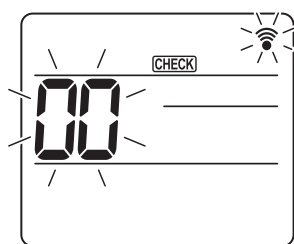
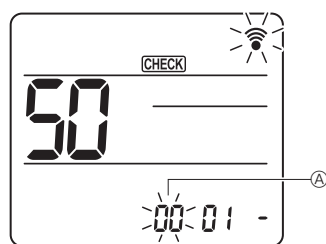
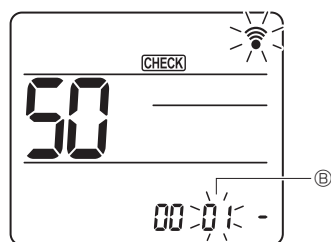
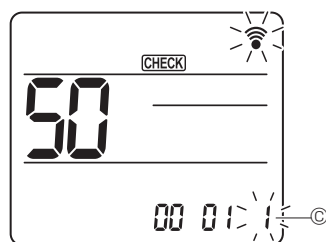

Fig. 7-16
Fig. 7-17
Fig. 7-18
Fig. 7-19
#### 7.4.2. Med den trådløse fjernbetjening (Fig. 7-16, Fig. 7-17, Fig. 7-18, Fig. 7-19)
① Gå til funktionsvalgstilstanden
- [CHECK] lyser, og "00" blinker. (Fig. 7-16)
② Indstilling af enhedsnummer
- Tryk på [5]-knappen for at indstille enhedsnummeret ④. (Fig. 7-17)
③ Vælg en tilstand
- Tryk på [5]-knappen for at indstille funktionsnummeret ⑤. (Fig. 7-18)
④ Indstilling af indstillingsnummer
- Brug [←]-knappen til at ændre indstillingsnummeret ⑥. (Fig. 7-19)
⑤ Valg af flere funktioner samtidigt
- Vælg igen ③ og ④ for at ændre flere funktionsindstillinger kontinuerligt.
⑥ Afslut valg af funktion